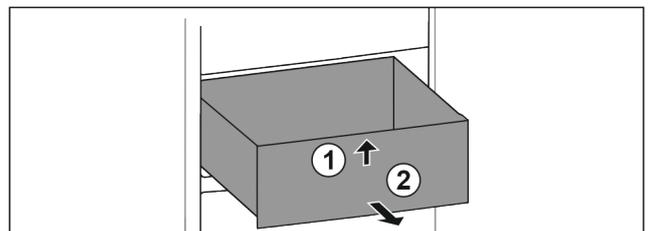

Fig. 31
- ▶ Soulever la partie avant du tiroir. Fig. 31 (1).
- ▶ Retirer le tiroir par l'avant. Fig. 31 (2)